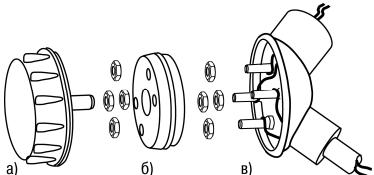

Рисунок 6.1 – Монтаж преобразователя в коммутационной головке первичного датчика
6.1 В соответствии со схемой, приведенной на рисунке 3.1, производится подключение соединительных кабелей источника питания и датчиков к четырем клеммным винтам, запрессованным в корпус коммутационной головки первичных датчиков (см. рисунок 6.1, в). Соединительные кабели закрепляются на винтах четырьмя гайками M4 с использованием нормальных шайб (по ГОСТ 11371-68).
6.2 В корпусе преобразователя расположены четыре сквозных отверстия диаметром 4,5 мм с запрессованными клеммными втулками. Этими отверстиями преобразователь надевается на клеммные винты корпуса коммутационной головки (см. рисунок 6.1). Подключение преобразователя к корпусу коммутационной головки следует выполнять по схемам, приведенным на рисунках 3.1 и 3.3.